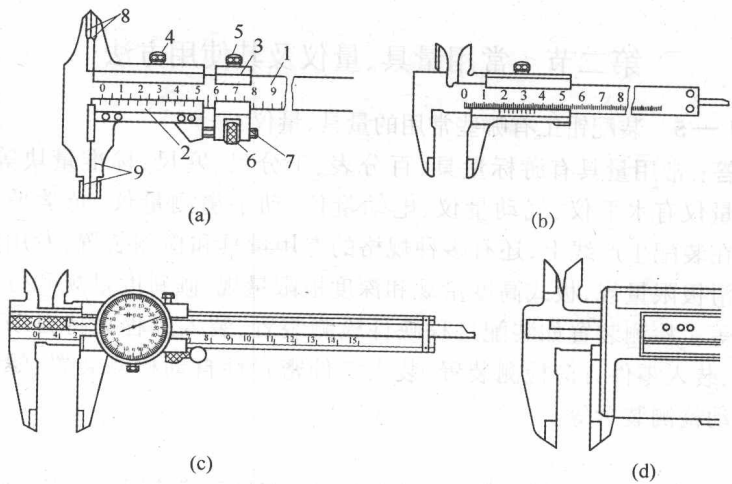

图 1-1 游标卡尺
① 多功能游标卡尺的结构如图 1-1 所示。图 1-1a 为可微量调节的游标卡尺，主要由尺身 1 和游标 2 组成，3 是辅助游标。使用时，松开螺钉 4 和 5，即可推动游标在尺身上移动。测量工件需要微量调节时，可拧紧螺钉 5，松开螺钉 4，旋动微调螺母 6，通过小螺杆 7 使游标 2 微动。量得尺寸后，拧紧螺钉 4，使游标位置固定，然后读数。游标卡尺